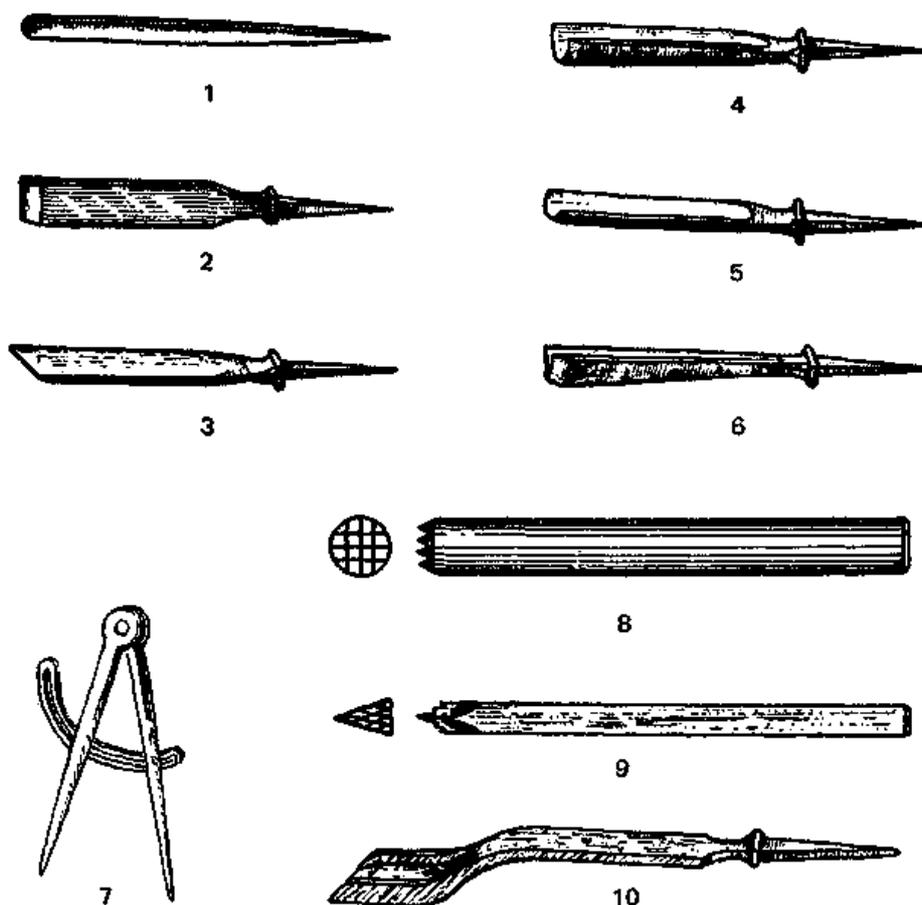

Fig. 189
*Ferramentas de entalhação* (Fig. 189). — Poucas são as ferramentas próprias deste ofício:
O ferro, direito ou curvo, denominado *rovescio*, é o que tem chanfro por dentro. O ferro conhecido pelo nome de *arte-nova* é o que tem a forma de uma pazinha (Fig. 189 — 10).